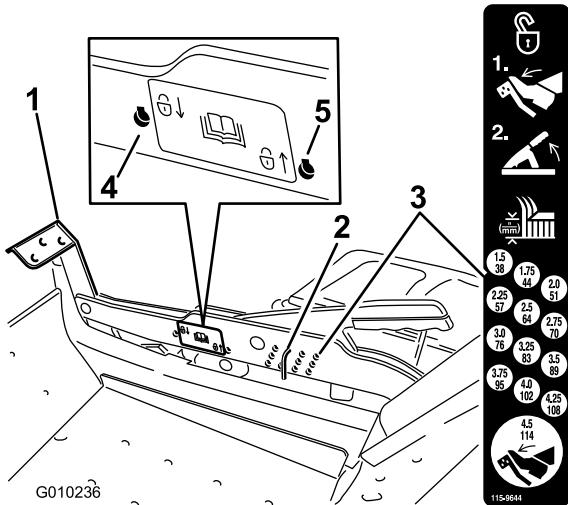

Figure 25
1. Appuyez sur la pédale de relevage du tablier avec le pied et relevez le tablier en position de transport (qui est aussi la position de hauteur de coupe de 114 mm [4,5 po]) (Figure 25).
2. Pour changer la hauteur de coupe, retirez l'axe du support de hauteur de coupe (Figure 25).
3. Placez l'axe dans le trou du système de hauteur de coupe correspondant à la hauteur de coupe voulue (Figure 25).
2. Retirez l'axe du support de hauteur de coupe (Figure 25).
3. Sélectionnez un trou sur l'autocollant de verrouillage et insérez l'axe (Figure 25).